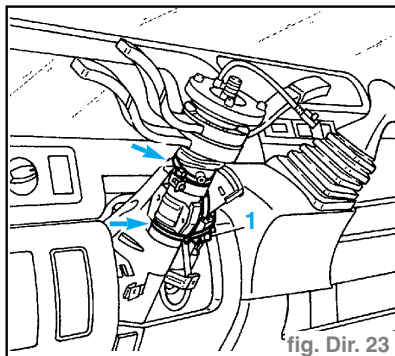
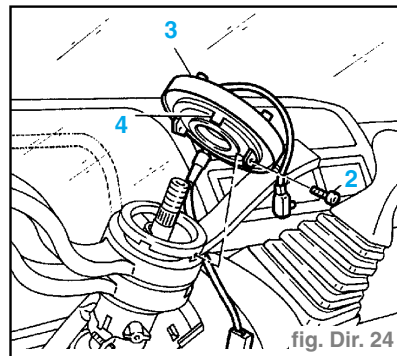

fig. Dir. 23
fig. Dir. 24
- les deux colliers (flèches). (fig. Dir. 23)
- Débrancher le connecteur (1).
- Dévisser les deux vis (2) qui fixent la coupelle inférieure du dispositif à spirale à la colonne de direction. (fig. Dir. 24)